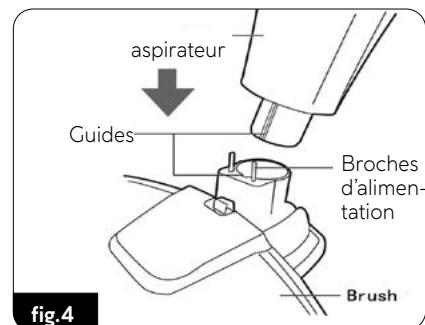

fig. 4
6. Installez l'électrobrosse (14) dans la douille inférieure de la poignée principale. Faites attention aux broches d'alimentation délicates afin de ne pas les endommager. La poignée principale est équipée d'un guide qui permet de monter l'électrobrosse dans une position correcte (Fig. 4).